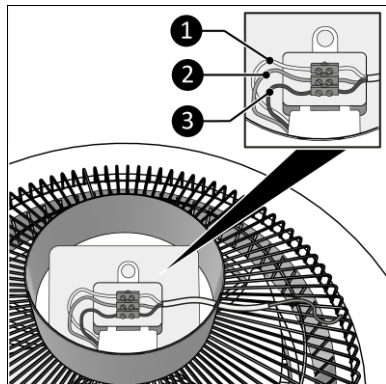

Abbildung 8
- Brauner Draht: Phase (Abbildung 8, Pos. 3);
- Gelb-grüner Draht: Erdung (Abbildung 8, Pos. 2);
- Blauer Draht: Neutral (Abbildung 8, Pos. 1).